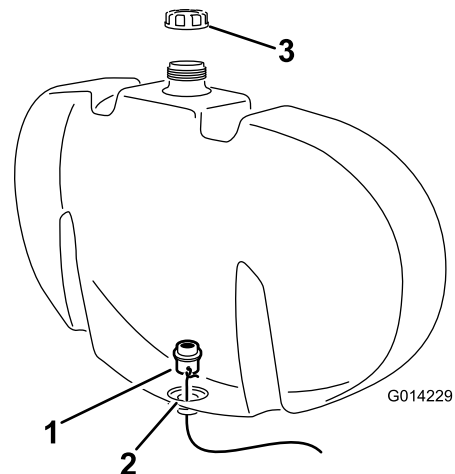

Bild 7
- E. Verlegen Sie das Schott-Anschlussstück mit dem Draht zum offenen Loch unten im Behälter (**Bild 7**).
- F. Bringen Sie das Schott-Anschlussstück in die richtige Stellung und stellen Sie sicher, dass die durchsichtige Dichtung an der Innenwand des Spülbehälters anliegt (**Bild 7**).